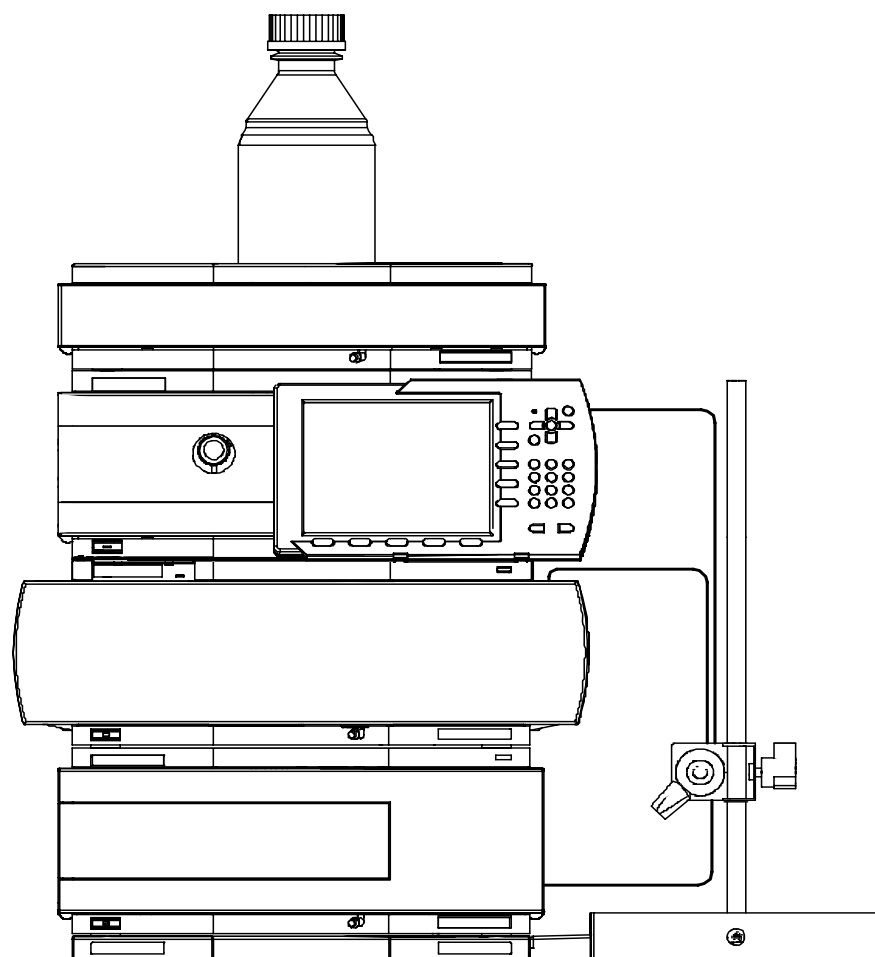

図 4 システムの設置
- 5 マニュアルインジェクタベースプレートの一番上に他のシステムモジュールを設置します(11ページ図 図4を参照)。